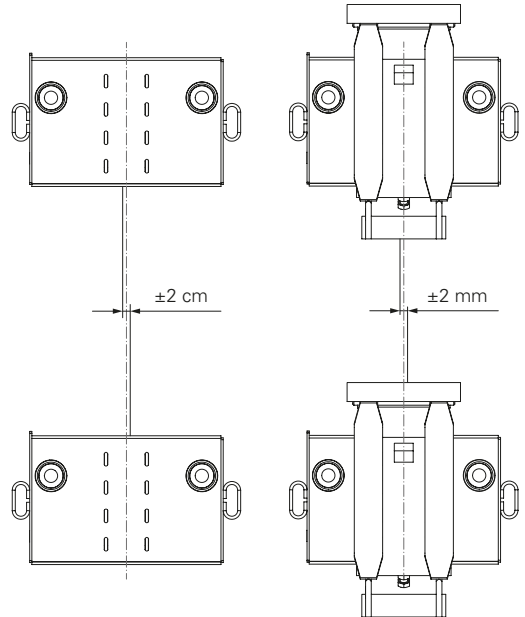

Fig. A3.30
- Tie tube:  $\pm 2$  cm (Fig. A3.30)